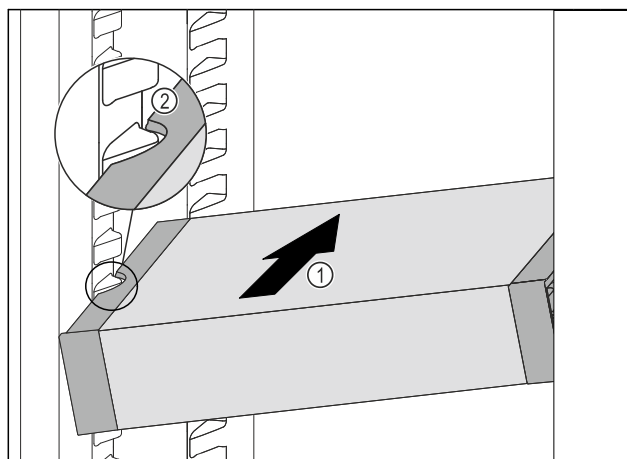

Fig. 45
- ▶ VarioSafe wsunąć ukośnie do chłodziarki Fig. 45 (1), aż boczne wycięcia Fig. 45 (2) VarioSafe będą się znajdować na wysokości żeber pojemnika w chłodziarce.